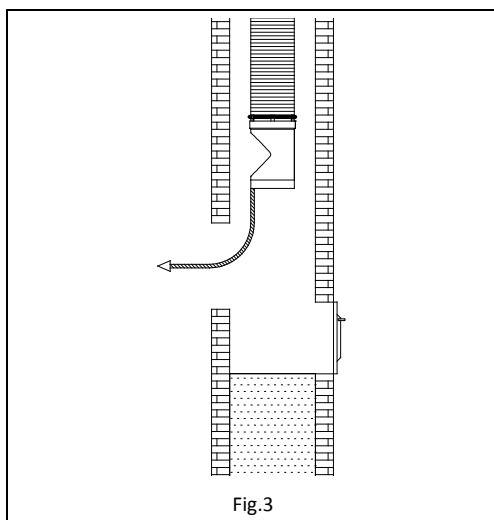

Fig.3
5. La manière la plus facile d'abaisser la gaine à l'intérieur de la cheminée est d'attacher un crochet à un câble (ou une chaîne légère), puis de l'accrocher à l'embouchure du té en faisant courir le câble à l'extérieur de la gaine (voir Fig.3). Pour la gaine rigide continuez de fixer les longueurs verticales jusqu'à ce que le té soit vis-à-vis l'ouverture pratiquée à l'étape 2. Il est plus facile d'être 2 personnes pour cette opération.